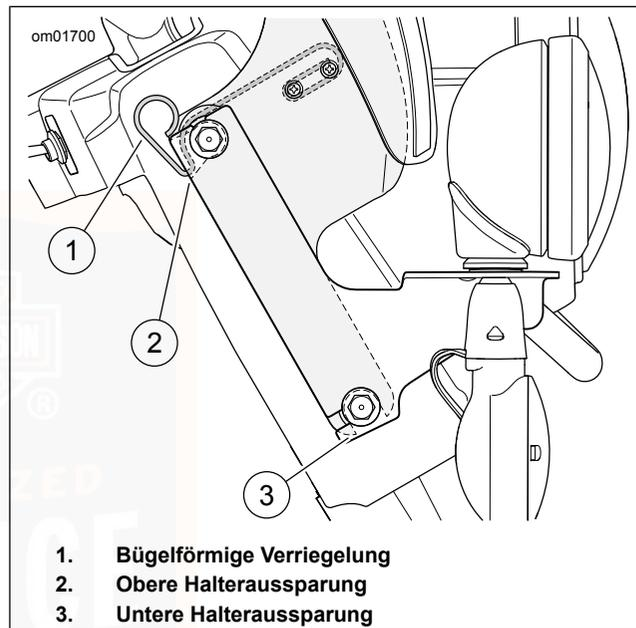

Abbildung 54. Windschutzscheibe: FLHR, FLHRC
1. Siehe Abbildung 54. Die bügelartigen Verriegelungsfedern auf beiden Seiten der Windschutzscheibenhalterung anheben.
1. Siehe Abbildung 54. Den unteren Teil der Windschutzscheibenhalterung fest in die unteren Aufnahmeöffnungen einsetzen.